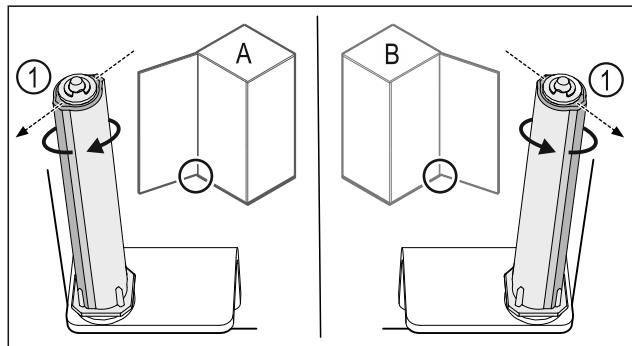

Fig. 42 Μεντεσέδες αριστερά (Α) / Μεντεσέδες δεξιά (Β)
- ▶ Περιστρέψτε το σύστημα κλεισμάτος κόντρα στην αντίσταση, μέχρι ο κορμός του συστήματος κλεισμάτος Fig. 42 (1) να είναι στραμμένος προς τα έξω.